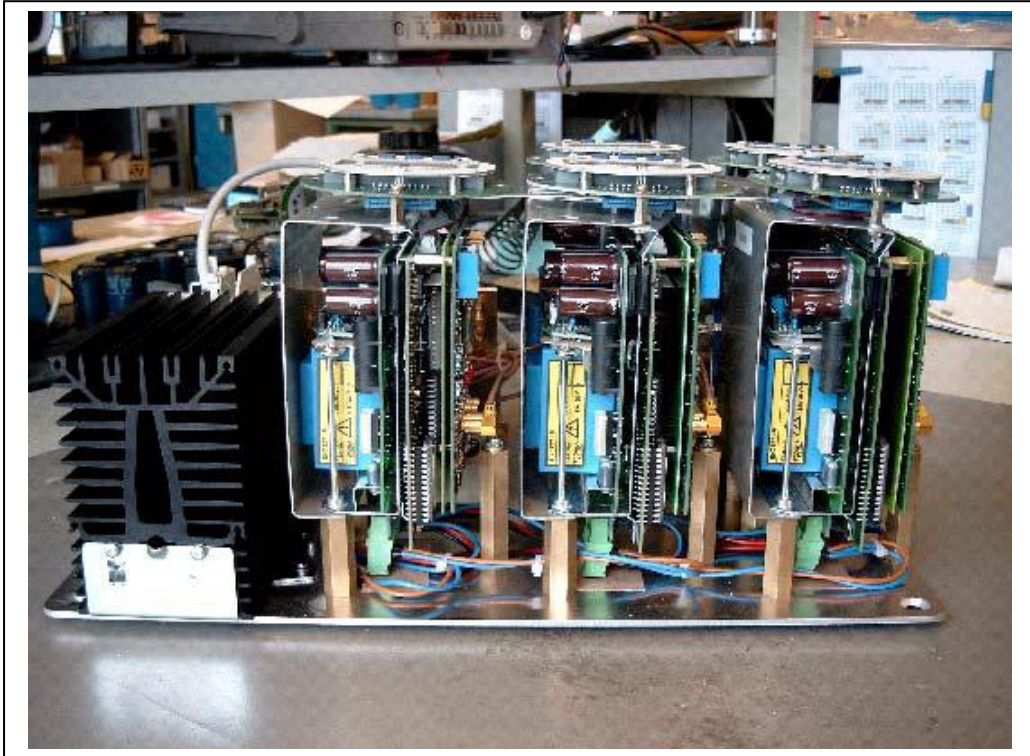

Figura 3: Vista lateral da placa de fixação montados de UFC-VLT-Ex.
- ◆ A tira de ligação à terra de cobre na parte de trás da unidade eletrônica deve ser aparafusada à bucha maior pelo parafuso de montagem de bronze C (ver Figura 3 e 4 abaixo). A unidade eletrônica é parafusada nas duas buchas de fixação de bronze menores por dois parafusos B. Antes dos parafusos B e C poderem ser acessados, o display deve ser removido via parafusos A.